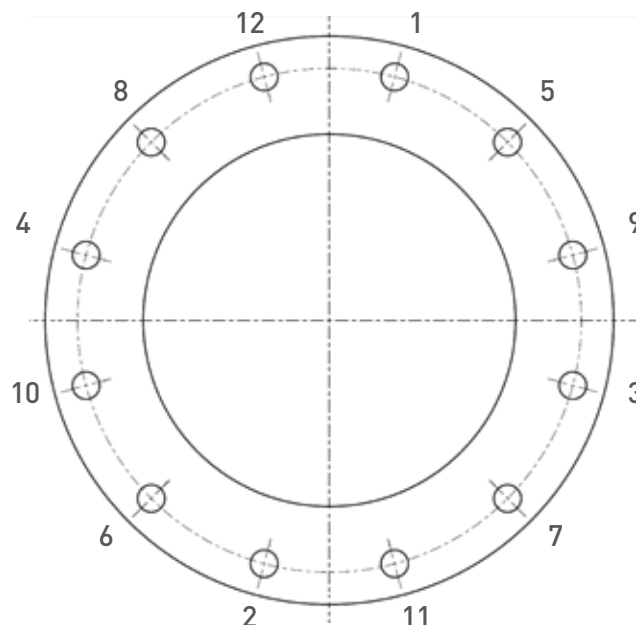

Figure 4 : échantillon de bride DN300
Serrer les boulons progressivement selon un motif d'étoile (voir figure 4).
- Serrer les boulons progressivement selon un motif d'étoile (voir figure 4, dans l'ordre de 1 à 12).